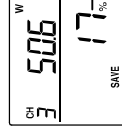

Bild 10
- TOTAL COST-Anzeigemodus: Die Stromkosteneinsparung pro Monat in Prozent wird angezeigt. (Bild 10)